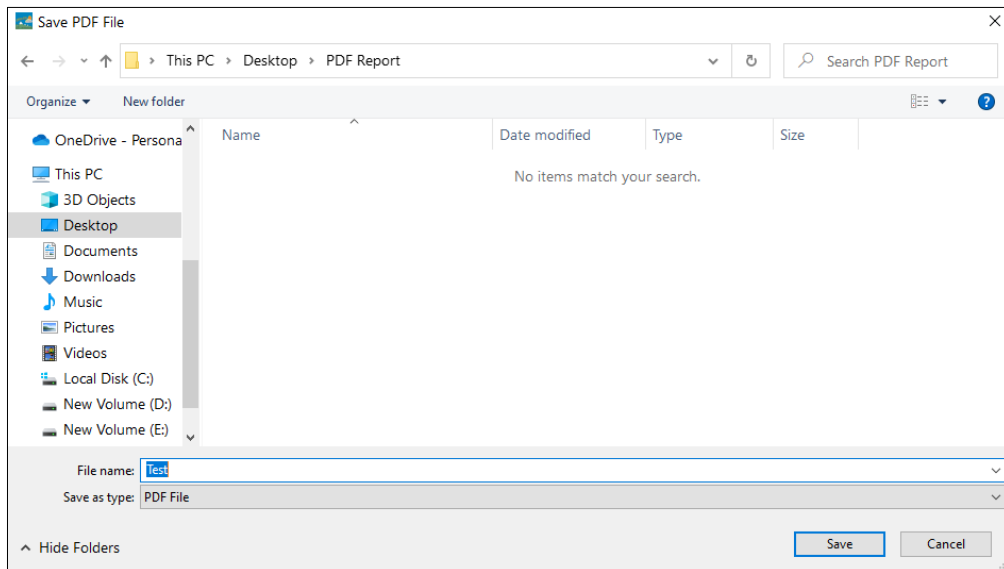

图 17 选择保存 PDF 报告的文件位置
- 最后选择“生成报告”按钮，将生成的 PDF 报告保存到适当的文件位置，如图17所示。